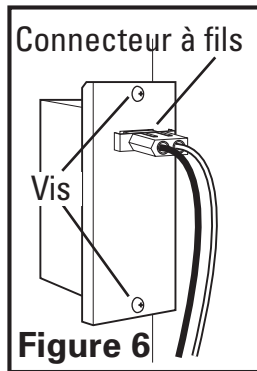
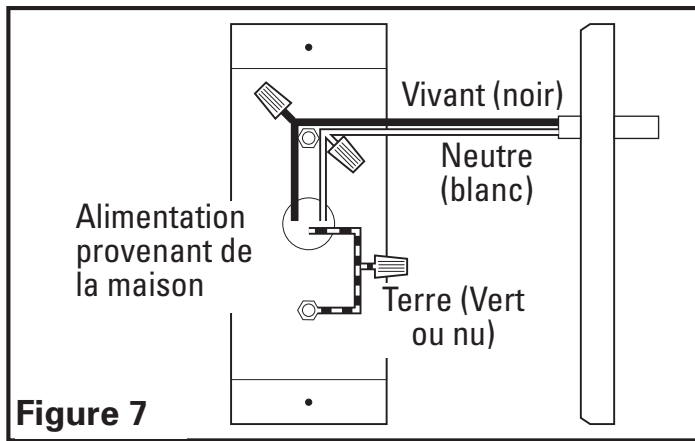

Figure 6
Figure 7
1. Enlever les deux vis du couvercle du compartiment de câblage pour obtenir l'accès au compartiment de câblage (Figure 6). Raccorder le fil blanc de la hotte au fil blanc de l'alimentation, et le fil noir de la hotte au fil noir de l'alimentation. Raccorder le fil de mise à la terre de la maison (fil nu ou vert) au fil de mise à la terre (vert) de la hotte. Utiliser des méthodes approuvées pour toutes les connexions (Figure 7).
2. Remplacer le couvercle du compartiment de câblage et serrer les vis. Assurez-vous que tout le câblage est fermement contenu dans le compartiment à câblage. Si le connecteur rapide de fils a été enlevé du réceptacle, le replacer. Le connecteur ne s'ajustera que d'une seule façon dans le réceptacle (Figure 6).